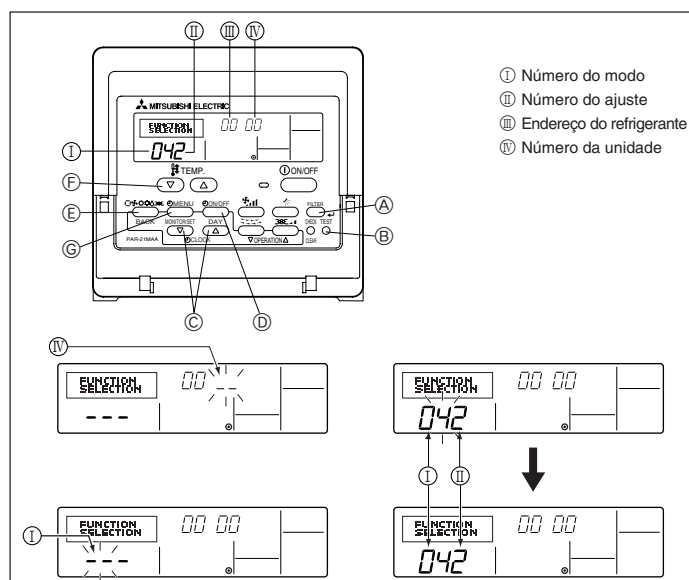

Fig. 6-2
6.2.1. Definição das funções na unidade (Fig. 6-2)